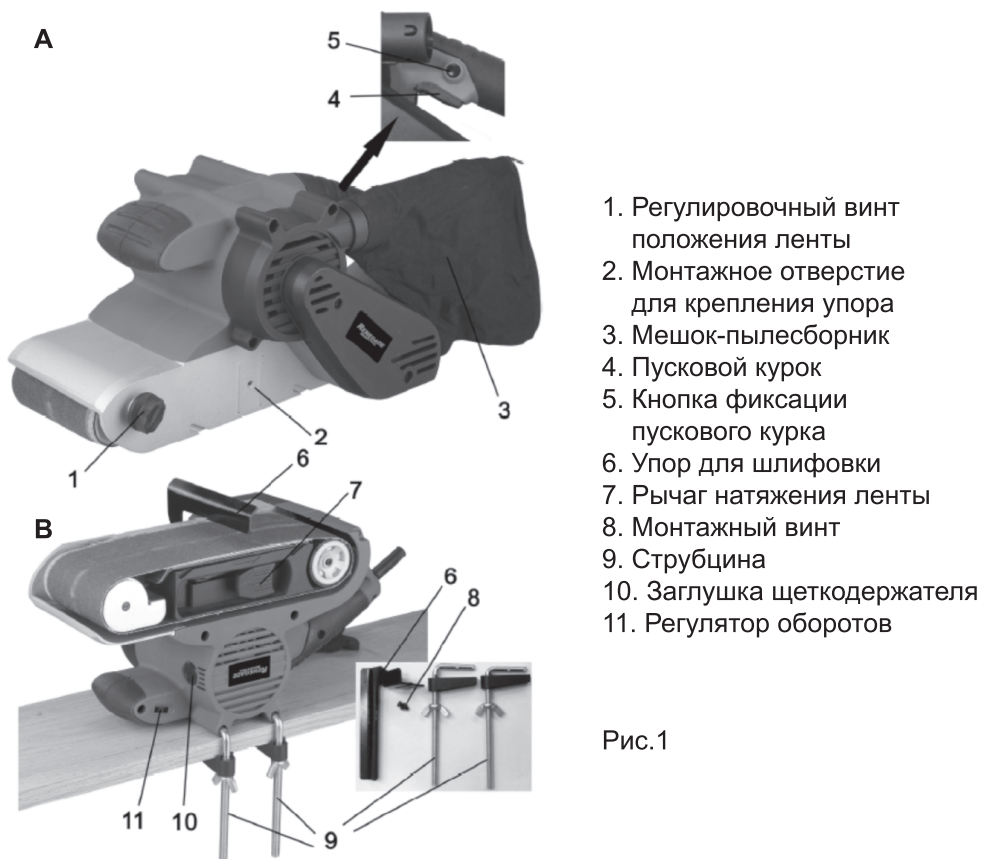

Рис.1
- вращая регулировочный винт (поз. 1, Рис.1) по часовой или против часовой стрелки, обеспечить параллельность шлифовальной ленты к плоской стороне инструмента. Если шлифовальная лента по-прежнему сбегает с инструмента, нужно заменить её новой лентой.
Для регулировки оборотов необходимо вращать регулятор оборотов (поз. 11, Рис. 1).
Установка шлифмашины в стационарное рабочее положение (Рис. 1, В)
Для установки шлифмашины в стационарное положение используются трубки (поз. 9, Рис. 1) и упор для шлифовки (поз. 6, Рис. 1).
3. Закрепите с помощью двух трубок шлифмашину к верстаку (столу) как показано на Рис. 1,В.
4. Установите на шлифмашину упор для шлифовки, прикрутив его монтажным винтом (поз. 8, Рис. 1, В) к монтажному отверстию (поз. 2, Рис. 1, А).
Для включения шлифмашины в стационарном положении сначала зафиксируйте пусковой курок кнопкой фиксации курка (Рис. 1), затем подключите шлифмашину к электросети.
Включение и выключение инструмента производится путем нажатия пускового курка (поз. 4, Рис.1). Инструмент следует включить до момента соприкосновения с обрабатываемой поверхностью. Перед тем как выключить инструмент, его следует поднять над обрабатываемым изделием.
- нажмите на курок (поз. 4, Рис.1).
- не отпуская курок, нажмите на кнопку фиксации курка (поз. 5, Рис.1).